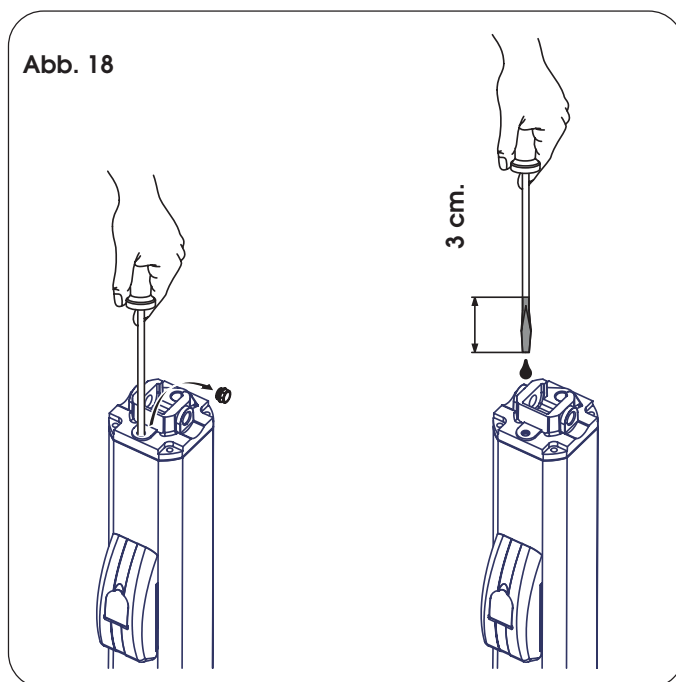

Abb. 18
- Einen Schraubenzieher bis zum Anschlag gegen den Elektromotor einführen, siehe Abb. 18.
- Den Schraubenzieher herausnehmen und den Ölstand entsprechend Abb. 18 prüfen.